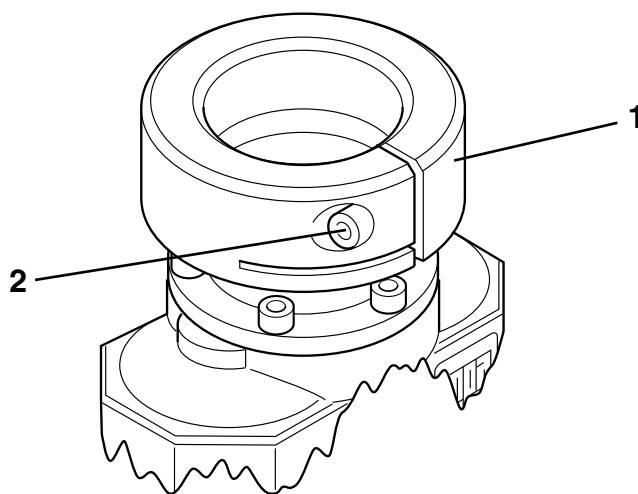

Fig. 4
- La testa viene fissata e sorretta alla macchina utensile per mezzo di un'apposita flangia di interfacciamento **1 (Fig 4)** variabile in funzione del modello di testa scelto.
- Per smontare la testa dalla macchina utensile occorre allentare la vite **2** della flangia di interfacciamento (vedi **Fig. 4**). Nel fare questa operazione aver cura di sorreggere il peso della testa in quanto non è previsto nessun blocco di sicurezza. La testa cadrebbe immediatamente danneggiandosi e provocando conseguenti danni sia all'operatore che alle cose circostanti.